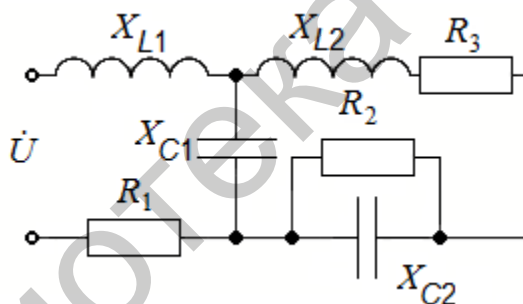

Рис. 190
4. Определить ток в резисторе R_2 (рис. 190), если напряжение $U = 120$ В; $R_1 = 4$ Ом; $X_{L1} = 8$ Ом; $X_{C1} = 40$ Ом; $X_{C2} = 20$ Ом; $X_{L2} = 10$ Ом; $R_2 = 20$ Ом; $R_3 = 10$ Ом.